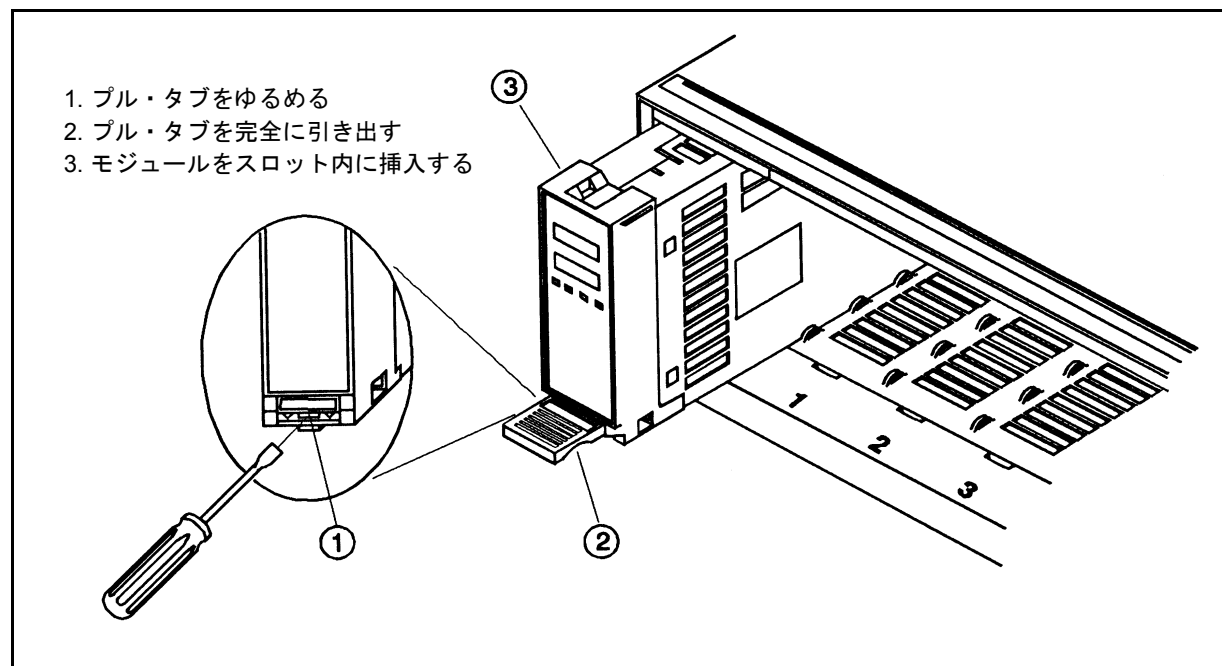

図2-5. モジュール・プル・タブ
モジュールはすべて、本器の前面に取り付けることができます。本器をラックに設置したままの状態で行い（および取り外し）が行えます。モジュールの本器への取り付けについては図2-5を参照し、次のように行ってください。
- マイナスのドライバーで、プル・タブを押し下げてゆるめます (図2-5参照)。